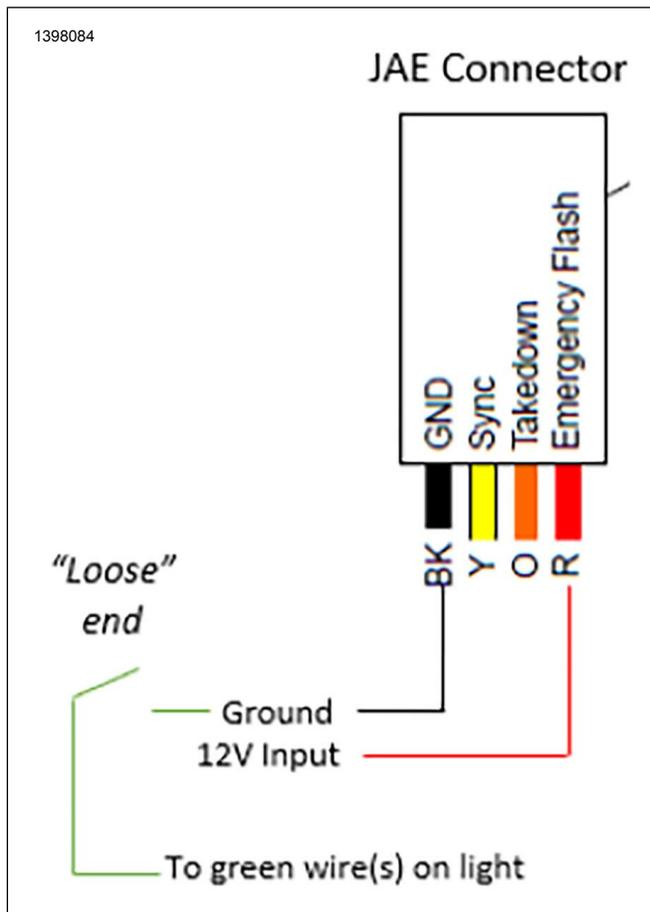

Figura 9. Configuração da programação de cores
1. Veja a figura 9. Conecte a fonte de energia de 12 V ao conjunto de luzes (requer um fio fornecido pela concessionária).
2. Veja a figura 9. Descasque as pontas dos fios VERDES da luz.